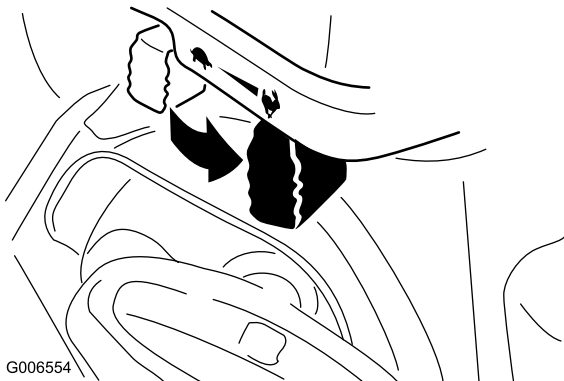

Bild 31
6. Stellen Sie den Gasbedienungshebel auf Schnell (Bild 31).